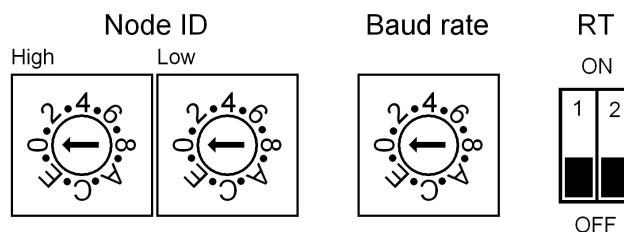

Figura 4: Selettori
4.4 Selettori (Figura 4)
4.4.1 Indirizzo nodo: Node ID (Figura 4)
4.4.2 Velocità di trasmissione dei dati: Baud rate e bit di parità (Figura 4)
4.4.3 Resistenza di terminazione: RT (Figura 4)
Per impostare i parametri della porta seriale del dispositivo riferirsi al paragrafo "4.4.2 Velocità di trasmissione dei dati: Baud rate e bit di parità (Figura 4)" a pagina 21.
Impostare quindi l'indirizzo del nodo cui ci si vuole connettere nel box **Impostazioni slave** (valore di default dei dispositivi RD4-Modbus = 1). Per impostare l'indirizzo del nodo riferirsi al paragrafo "4.4.1 Indirizzo nodo: Node ID (Figura 4)" a pagina 20.